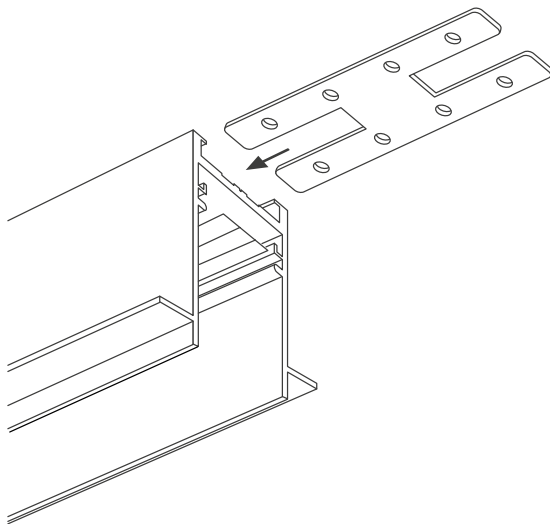

Рис. 4. Установка коннектора в пазы шинопровода
- 3.7. Установите в паз шинопровода коннектор прямой MAG-CON-25-UP (арт. 033248, 050227) на половину его длины и закрепите установочными винтами из комплекта поставки (см. рис. 4). Предварительно снимите торцевую заглушку в случае ее наличия. Ответную часть коннектора установите в соответствующие пазы другого шинопровода и закрепите установочными винтами.